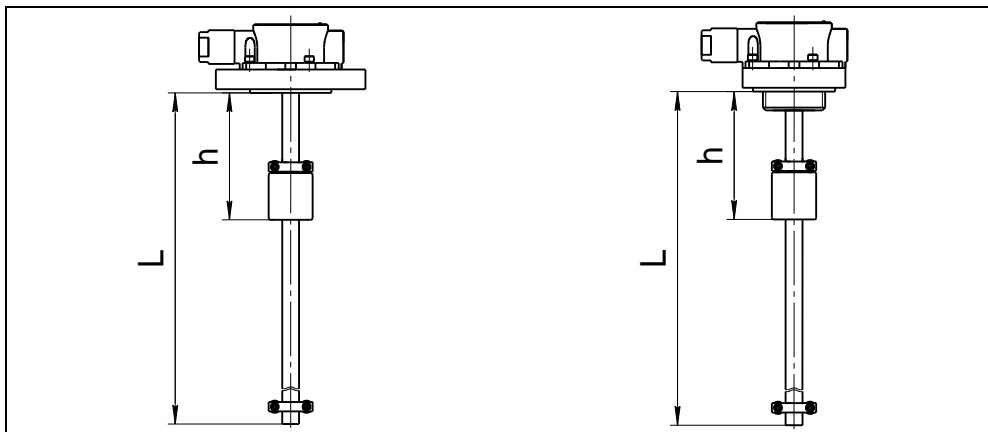

Рисунок 3
Длина направляющей (L) – это расстояние от нижней торцевой поверхности направляющей до уплотнительной поверхности фланца или резьбового штуцера (см. рисунок 3). Длина направляющей при заказе указывается в условном обозначении преобразователя.
В случае, если нет необходимости измерять уровень по всей длине направляющей, то для уменьшения стоимости преобразователя целесообразно при заказе указывать в условном обозначении преобразователя скорректированное значение верхней неизмеряемой зоны h (см. рисунок 3).